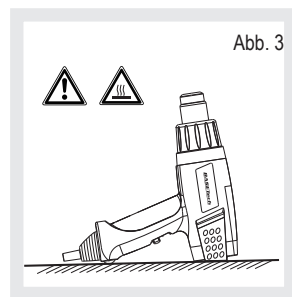

Abb. 3
- Stellen Sie direkt nach Abschluss der Arbeiten den Ein-/Aus-Schalter (C) auf 0, ziehen Sie den Netzstecker und setzen Sie das Gerät in den Ablageständer (D), um es abkühlen zu lassen. (Abb. 3)